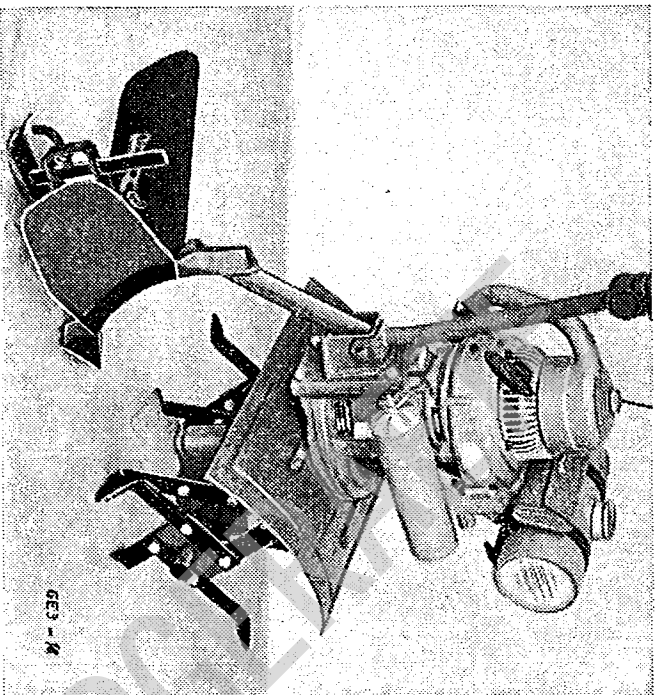

Bild 10. Häufelkörper
5. **Für Häufelarbeiten** (siehe Bild 10) liefern wir den **Häufelflug Type 621/1**, der anstelle des Auslegers eingesetzt wird. Zum Anbau muß die seitlich am Holmenlager befindliche Schraube gelöst und der Lenkholm nach oben herausgezogen werden. Zur Änderung der Arbeitsbreite können die Sreichbleche am Häufelflug verstellt werden. Die Tiefenregulierung erfolgt mit einem Schleifschuh. Mit dem Häufelkörper wird z. B. im Kartöffelbau das Hacken und Häufeln der Beete in einem Arbeitsgang erledigt.